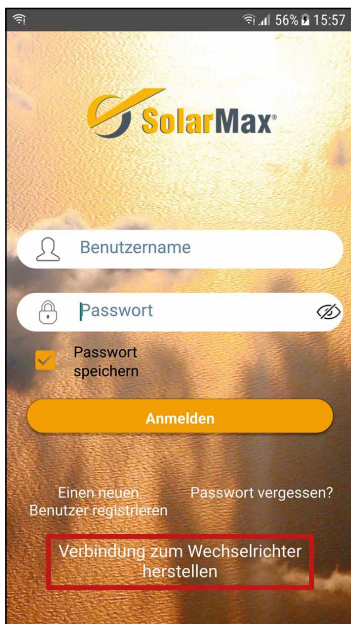

Abb. 24: Start-Menü am mobilen Gerät zur Gerätekonfiguration
2. Ist das mobile Gerät mit dem WLAN-Access Point verbunden, starten Sie die MaxLink-App. Klicken Sie auf die Schaltfläche "Verbindung zum Wechselrichter herstellen" (siehe Abb. 24). Eine Liste aller verfügbaren Wechselrichter erscheint.